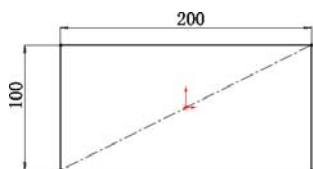

图 6-159 绘制草图
- 02 单击【草图】选项卡中的【矩形】按钮和【中心线】按钮，输入动态尺寸参数，绘制如图 6-159 所示的草图。